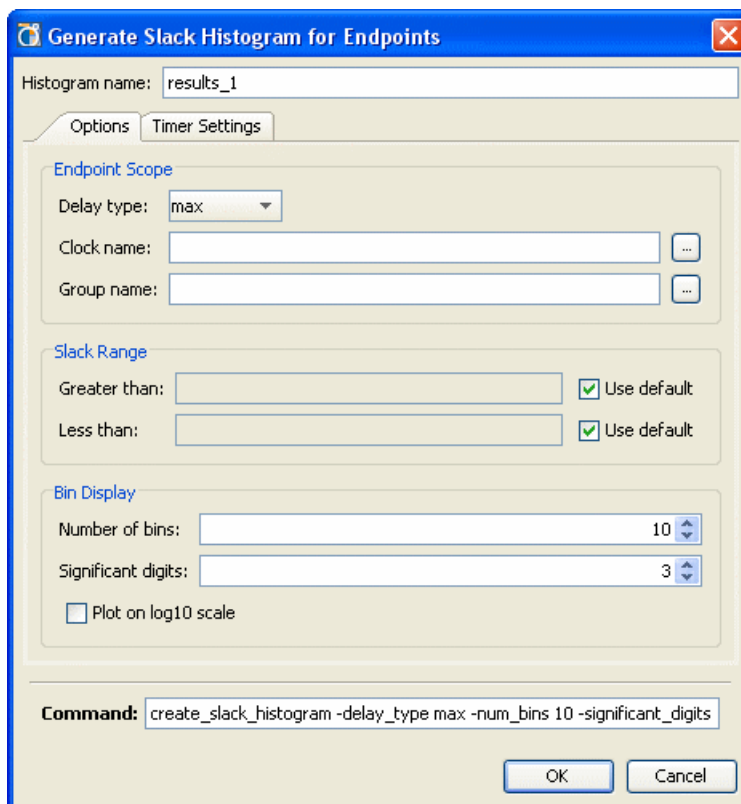

図 7-20 : [Generate Slack Histogram for Endpoints] ダイアログ ボックス : [Options] タブ
2. 236 ページの図 7-20 に示す [Generate Slack Histogram] ダイアログ ボックスが表示されます。このダイアログ ボックスで、スラック ヒストグラムをカスタマイズできます。このダイアログ ボックスには、次のようなオプションがあります。
スラック ヒストグラムを生成する際に使用されるオプションは、[Generate Slack Histogram] ダイアログ ボックスの [Options] タブで指定できます。図 7-20 に、[Options] タブを示します。